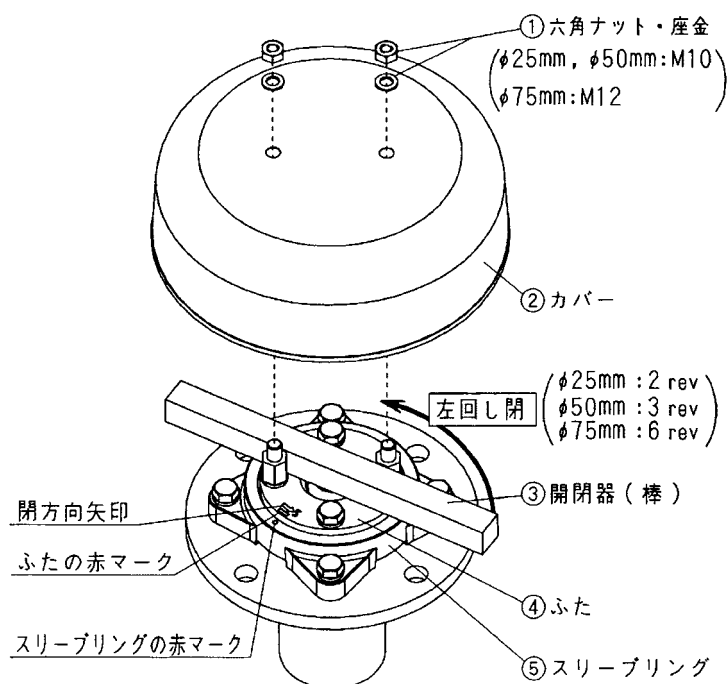
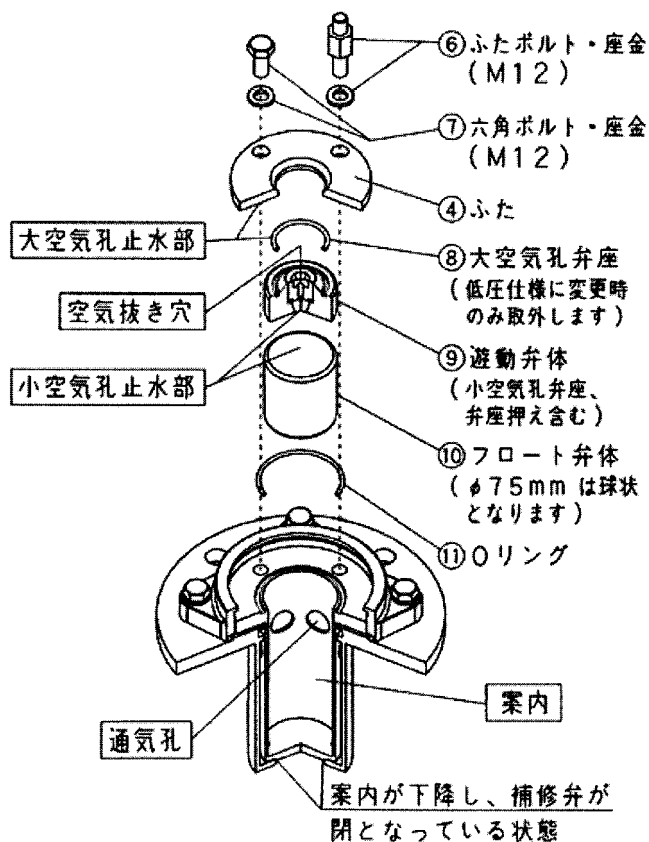

図 1
図 2
- (1) ①六角ナット・座金、②カバーを取り外します（図1）。
- (2) 補修弁を閉じます。図1の様に、二本のふたボルトに③開閉器（棒）を当て、ゆっくりと左に規定回転数回すと、案内が下降し補修弁が閉じます（図2参照）。この時、④ふた上面の赤マークと⑤スリーブリングの赤マークが一致します。
- (3) ⑥ふたボルト・座金、⑦六角ボルト・座金、④ふたを取り外します（図2）。弁内の残留圧力は、図3の様に圧力抜き治具（オプション）を⑥ふたボルトに取付け、ねじ棒を右に回し⑨遊動弁体を押し下げて圧力を抜いて下さい。圧力抜き治具が無い場合は以下の方法でも行うことができますが、できるだけ圧力抜き治具を使用下さい。
- (4) ⑨遊動弁体、⑩フロート弁体、⑪Oリングを取り出します (図2)。